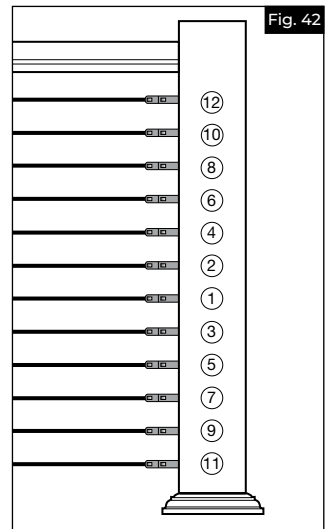

Fig. 42
a. Tendre le câble en maintenant immobile la partie serre-câble du raccord (Fig. 42 - a) en utilisant une clé de $\frac{3}{8}$ po (9 mm) tout en faisant tourner la partie fileté femelle du raccord avec une autre clé de $\frac{3}{8}$ po (9 mm) (Fig. 42 - b).